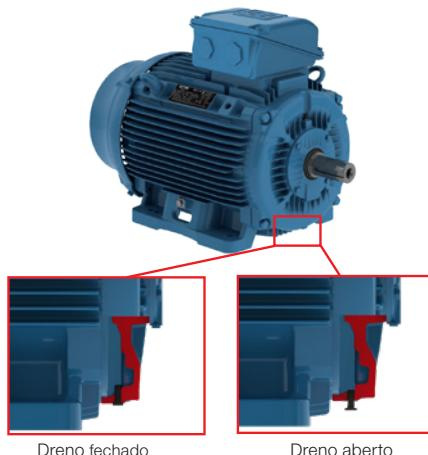

Figura 30 - Detalhe do dreno de borracha montado na posição fechado e aberto.
2. Mancais: Caso o motor seja instalado e não entre em operação imediatamente, proceder com as orientações do item 5.3.
6. Acoplamento: remover o dispositivo de travamento do eixo (caso exista) e a graxa de proteção contra corrosão da ponta do eixo, incluindo a região da escova de aterramento, e do flange somente pouco antes de instalar o motor (ver item 6.4).
7. Dreno: devem sempre estar posicionados de forma que a drenagem seja facilitada (no ponto mais baixo do motor). Caso exista uma seta indicativa no corpo do dreno, o dreno deve ser montado para que a seta aponte para baixo). Motores com bujões de dreno de borracha, drenos rosados e demais drenos do tipo abre/fecha saem de fábrica na posição fechada e devem ser abertos periodicamente para permitir a saída da água condensada. Para ambientes com elevada condensação de água e motores com grau de proteção IP55, os drenos podem ser montados na posição aberta (ver Figura 30). Para motores com grau de proteção IP56, IP65 ou IP66, os drenos devem permanecer na posição fechada (ver Figura 30), sendo abertos apenas durante a manutenção do motor. Motores com lubrificação do tipo Oil Mist devem ter seus drenos conectados a um sistema de coleta específico (ver Figura 41).